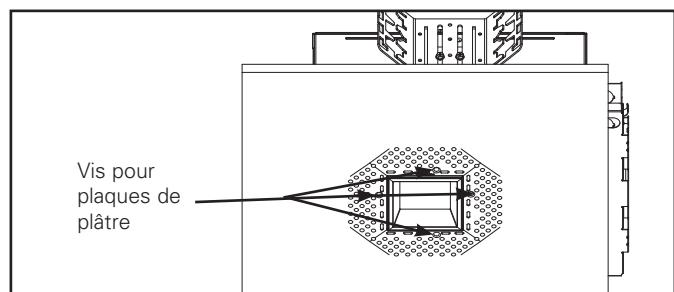

Figure 3.
- Insérez quatre (4) vis à gypse dans les trous pertinents de l'anneau à lattes de plâtre (consultez la Figure 3). Les vis à gypse s'inséreront dans les trous de la structure en plâtre (elles agiront comme un « écrou » pour maintenir fermement l'anneau à lattes de plâtre au plafond). Appliquez une pression uniforme sur tous les rebords perforés afin de faire adhérer fermement au plafond. Une durée suffisante de durcissement comme l'indique le fabricant d'adhésif avant d'appliquer un composé à joints.